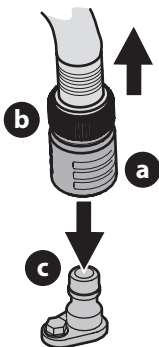

Figure 17
3. Tirez sur le collier d'arrêt (a) de l'adaptateur (b) pour retirer l'adaptateur (b) de l'embout du système de nettoyage du plateau de coupe (c). Relâchez le collier d'arrêt pour fixer l'adaptateur sur l'embout du système de nettoyage du plateau de coupe (Figure 17).